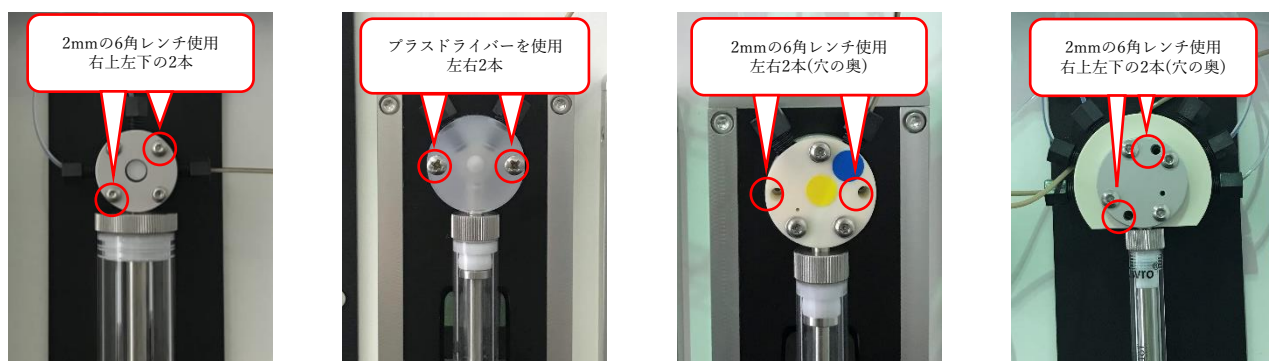

図2 各シリンジバルブを固定しているネジ（左からシリンジ7、6、2、1）
•バルブ交換の際はバルブ固定ネジに緩みがないようご注意ください。（図2）